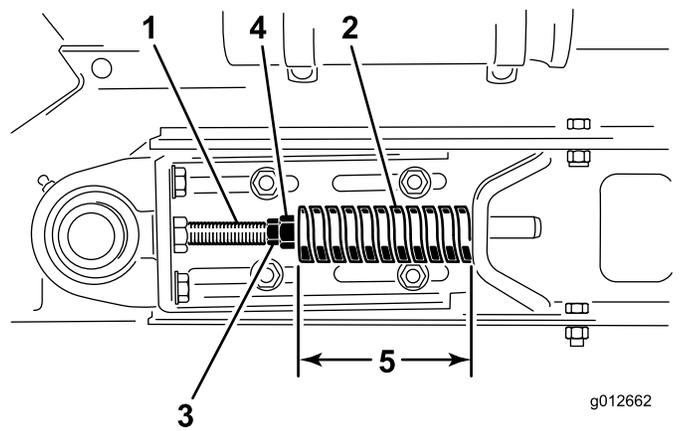

Figura 25
3. Desaperte a porca de retenção traseira (Figura 25).